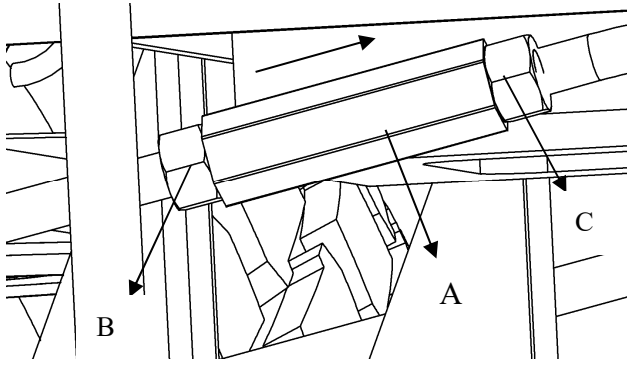

Fig. 22
- Si la roue droite tourne dans le sens des aiguilles d'une montre, desserrez légèrement les écrous (B et C), puis tournez la boucle neutre (A de la Fig. 22) dans le sens inverse des aiguilles d'une montre (dans le sens de la flèche) jusqu'à ce que la roue ne tourne plus. Enfin, serrez fermement les écrous (B et C).